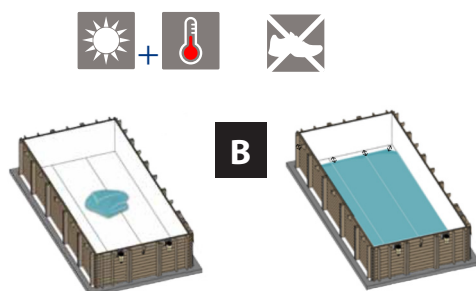

Abb. 14
- B** Legen Sie die Poolfolie mittig in den Pool (siehe Abbildung 14) und entfalten Sie sie von dort aus (siehe Abbildung 15). Verteilen Sie den verbleibenden Spielraum gleichmäßig zwischen der Folie und der Poolstruktur.